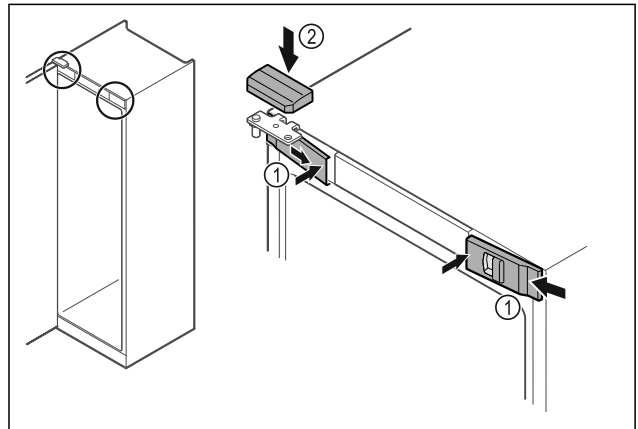

Fig. 52
- ▶ Akassza be oldalt az előső burkolatokat Fig. 52 (1), és belül pattintsa be.
- ▶ Felülről pattintsa be a felső burkolatot Fig. 52 (2).